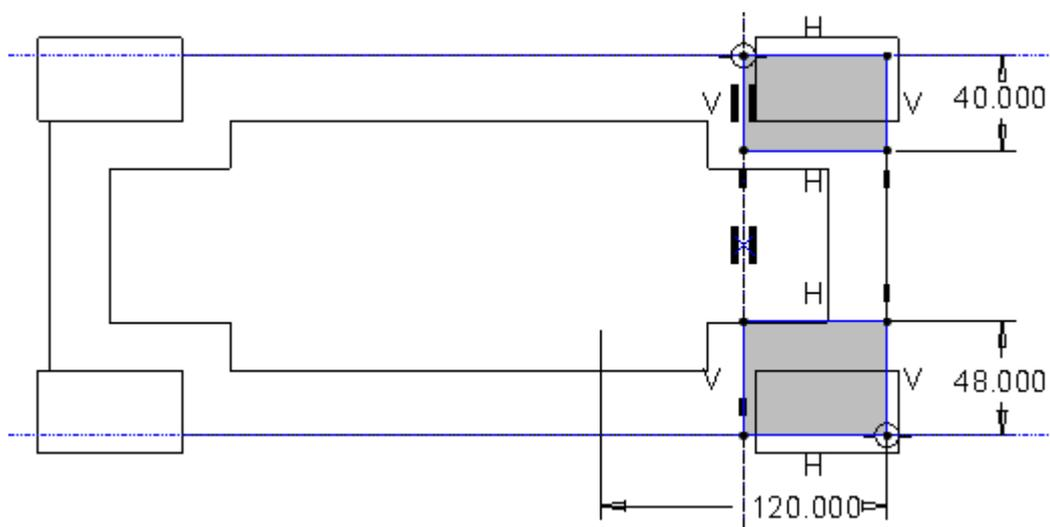

Abb. 6 Skizze Lagersitze
►  Drehen ► Skizzenebene: E\_TEILUNG ► Referenzen: E\_ANTRIEB, E\_ZRSTUFE ► Rotationsachse in E\_ANTRIEB ► Skizze siehe Abb. 6